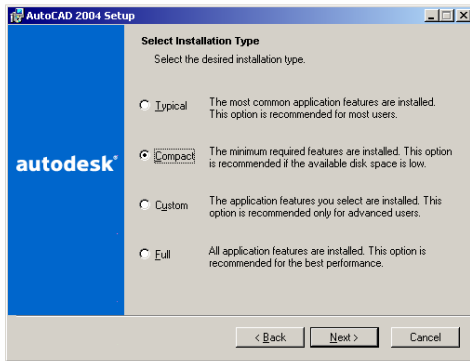

图 1-24 选择安装类型
(6) 填完用户信息, 确认正确后, 单击 **next** 按钮, 单击选择 **Typical** (典型安装), 如图 1-24 所示。